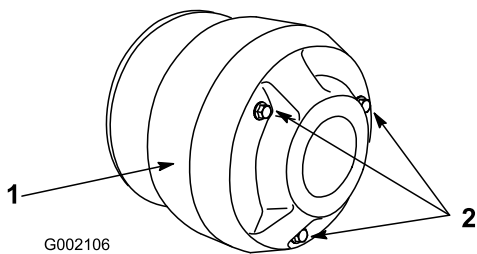

Figure 40
3. Retirez les trois boulons de fixation du couvercle de l'embrayage et déposez le couvercle (Figure 40).